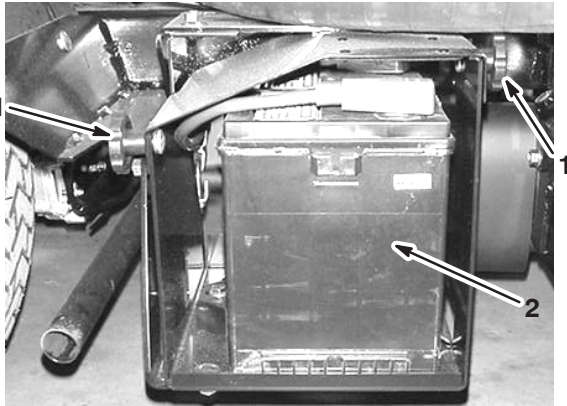

Bild 61
2. Lockern Sie die Handräder an beiden Seite des Batteriekastens und nehmen Sie die Batterieabdeckung ab (Bild 61).
3. Nehmen Sie die Batteriehalterung und die -befestigungen ab (Bild 61).
3. Setzen Sie die Batteriehalterung ein und befestigen Sie sie mit den vorher abgenommenen Befestigungen (Bild 61).
4. Montieren Sie die Batterieabdeckung und befestigen Sie sie mit den zwei Handrädern (Bild 61).
1. Lockern Sie die Handräder an beiden Seite des Batteriekastens und nehmen Sie die Batterieabdeckung ab (Bild 61).